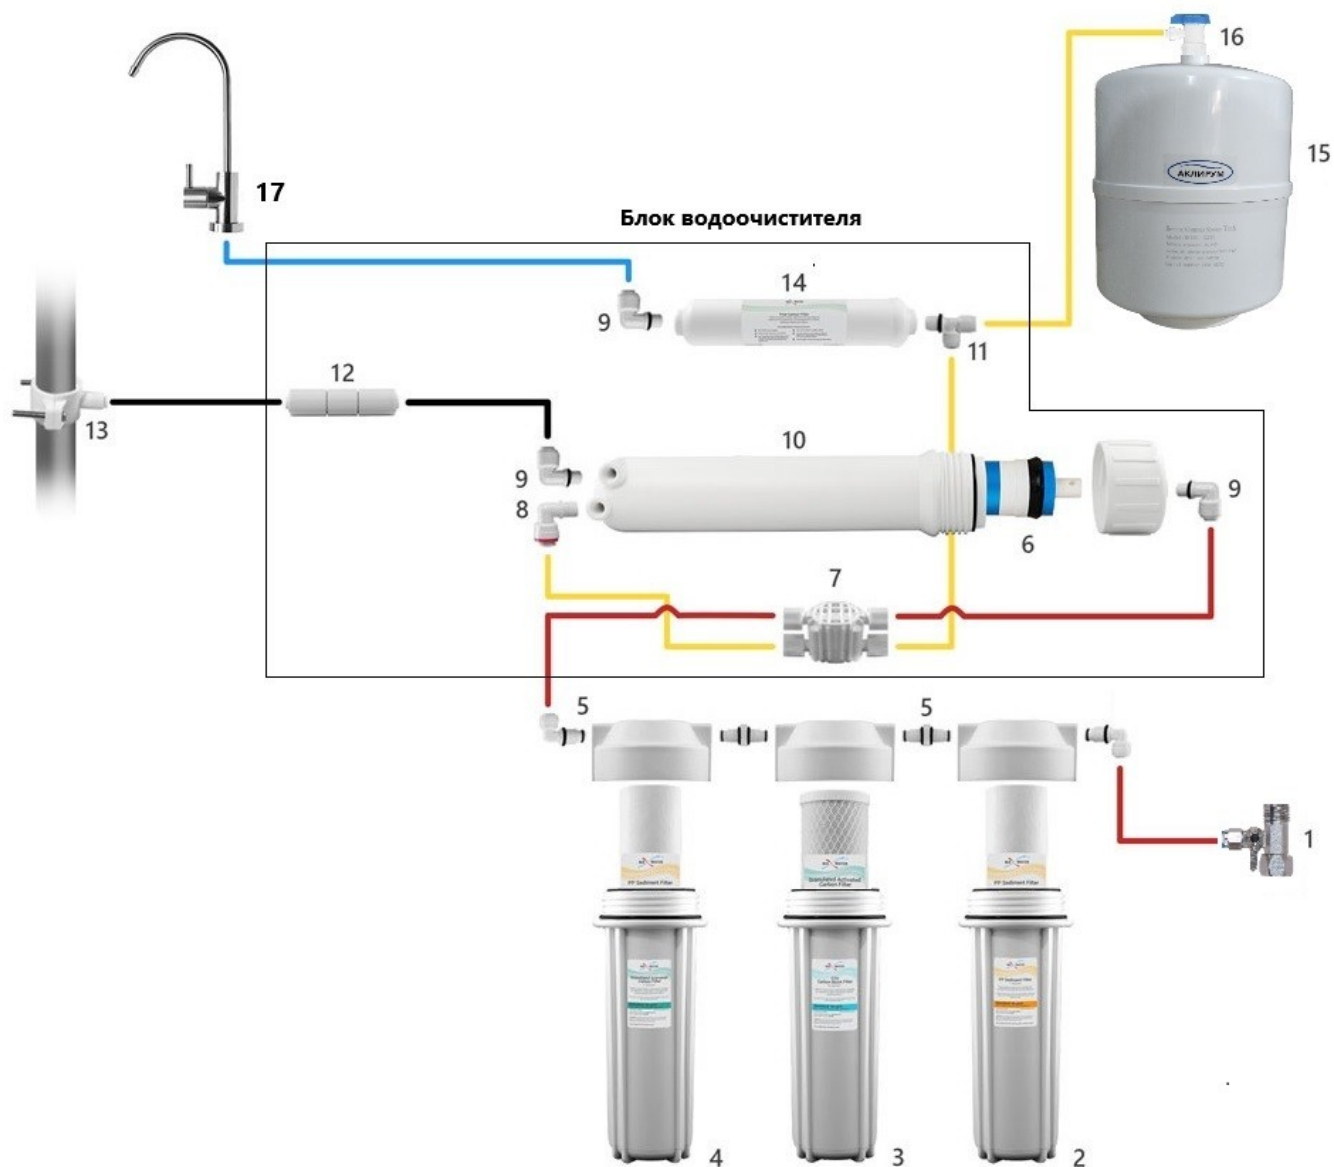

Рис. 1 Схема системы очистки воды АКЛИРУМ ОСМО 5.100Б
Перед установкой внимательно ознакомьтесь со схемой системы очистки воды (см. Рис.1). Определите и подготовьте место установки водоочистителя и крана чистой воды.
- Второй конец трубки соедините со входным отверстием 1 ступени фильтрации (см. Рис. 1).
Подсоедините к крану трубку. Другой конец трубки подсоедините к тройнику на входе угольного постфильтра (см. Рис.1).
Другой конец трубки соедините с выходом из ограничителя дренажного потока поз. 12 (см. Рис. 1).